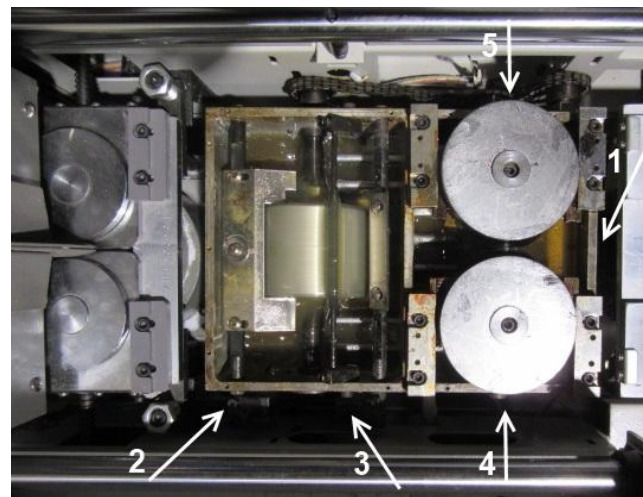

Рис. 1
Крепится в 3-х точках: с одной стороны, ближней к фрезе, на 2-х шарнирах, а с противоположной - подпружиненным винтом (**стрелка 1** – Рис. 1) для оперативной регулировки уровня «выше/ниже».
1. Ограничения слоя клея на валике (**стрелка 2** – Рис. 1), а следовательно увеличения/уменьшения волны клея в месте соприкосновения валика и прутка,
2. Ограничения (выравнивания) слоя клея на торце книжного блока (**стрелка 3** – Рис. 1).
В этой секции важна регулировка валиков строго по центру книжного блока. Регулировочные винты (стрелки 4 и 5 – Рис. 1) расположены по центральной оси роликов перпендикулярно движению каретки, сбоку ванны.